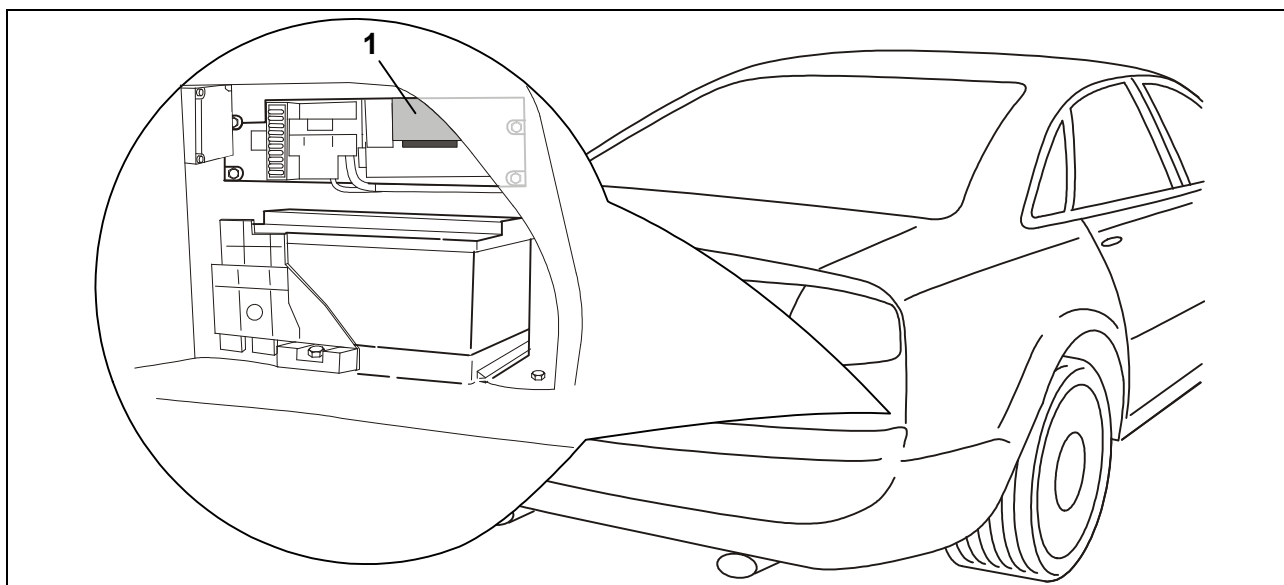

Abb. 5: Hecksteuergerät (ILM)
19. Den 32-poligen Stecker (blau) vom Hecksteuergerät (ILM) (Abb. 5/1) abziehen.
23. Den 32-poligen Stecker (blau) auf das Hecksteuergerät (ILM) (Abb. 5/1) aufstecken.